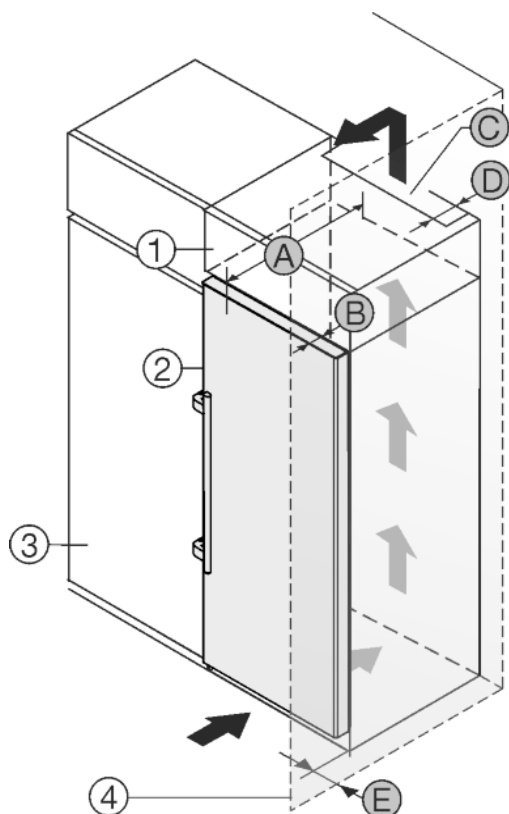

Fig. 8
L'apparecchio può essere incassato in mobili da cucina. Per adattare l'apparecchio Fig. 8 (2) all'altezza della cucina componibile, è possibile applicare sopra l'apparecchio un mobile da appoggio Fig. 8 (1).
L'apparecchio può essere installato direttamente accanto al mobile da cucina Fig. 8 (3). Per poter aprire completamente la porta, l'apparecchio deve sporgere almeno della profondità Fig. 8 (B) rispetto alla parte anteriore del mobile da cucina. L'apparecchio può sporgere ulteriormente a seconda della profondità dei mobili da cucina e dell'uso di distanziatori a parete.
- Sul retro del mobile da appoggio deve essere presente un vano di uscita dell'aria con profondità Fig. 8 (D) sull'intera larghezza del mobile da appoggio.
- Sotto al soffitto del locale deve essere rispettata la sezione di ventilazione Fig. 8 (C).
Se l'apparecchio è installato con le cerniere accanto ad una parete Fig. 8 (4), deve essere rispettata la distanza Fig. 8 (E) tra apparecchio e parete, che corrisponde alla sporgenza della maniglia con la porta aperta.